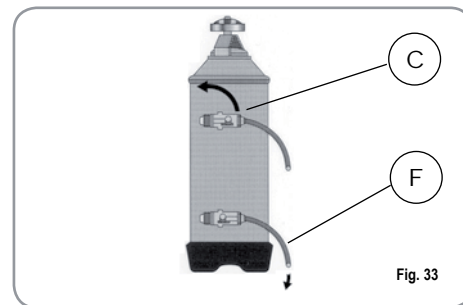

Fig. 33
2) Remettre le bouchon et repositionner le levier C vers la gauche (Fig. 33), en faisant évacuer l'eau salée du tube F jusqu'à ce qu'elle soit à nouveau douce (1/2 heure environ).